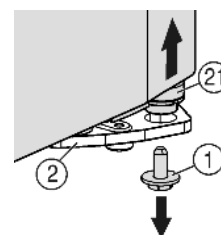
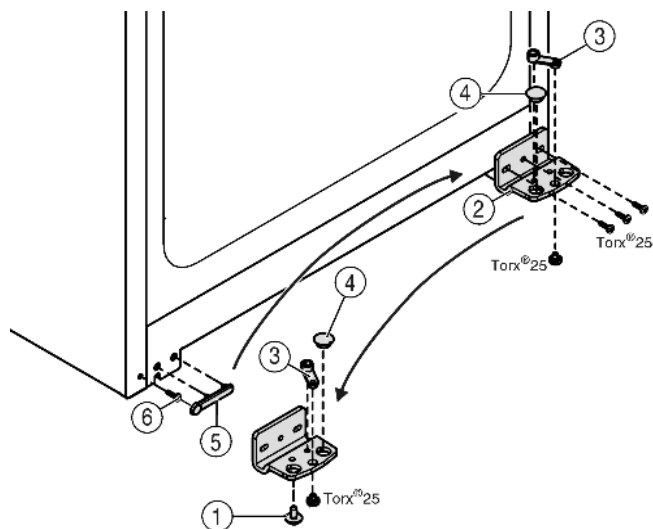

Fig. 4
Fig. 5
- ▶ Внизу справа на опорном кронштейне выкрутите фиксирующий винт Fig. 4 (1).
- ▶ Опорный палец Fig. 4 (21) можно извлечь из опорного кронштейна Fig. 5 (2).
- ▶ Если не удастся извлечь опорный палец Fig. 4 (21), нажмите на него снизу.
- ▶ Открутите опорный кронштейн Fig. 5 (2).
- ▶ Открутите опорную деталь Fig. 5 (3) и, переставив в отверстие на противоположной стороне опорного кронштейна, снова прикрутите.
- ▶ Извлеките заглушку Fig. 5 (4) из опорного кронштейна и переставьте ее в отверстие на противоположной стороне опорного кронштейна.
- ▶ Осторожно снимите крышку со стороны ручки Fig. 5 (5).
- ▶ Выкрутите болт Fig. 5 (6) и вкрутите на противоположной стороне.
- ▶ Снова установите крышку Fig. 5 (5).
- ▶ Снова прикрутите опорный кронштейн Fig. 5 (2) на новой стороне шарнира (**с моментом 4 Нм**). При необходимости используйте аккумуляторный шуруповерт.
- ▶ Вкрутите фиксирующий винт Fig. 4 (1) внизу в опорный палец и затяните (**с моментом 4 Нм**).